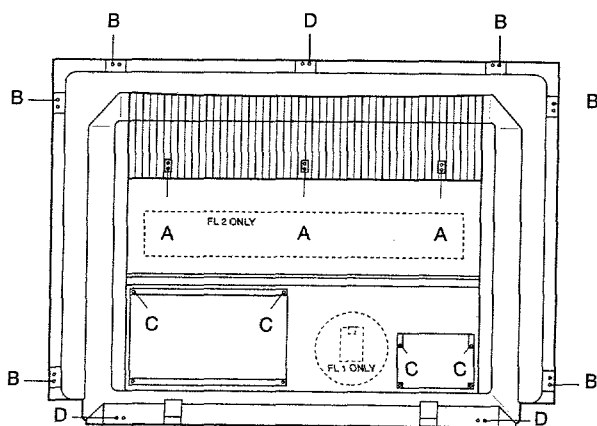

Fig.2
2. Verwijdering van de achterwand (fig.2+3)